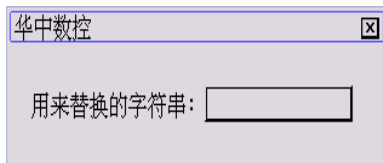

图 5.2.4 输入替换字符串
(2) 在“被替换的字符串”栏输入被替换的字符串；
(3) 按 **Enter** 键，将弹出如图 5.2.4 所示的对话框；